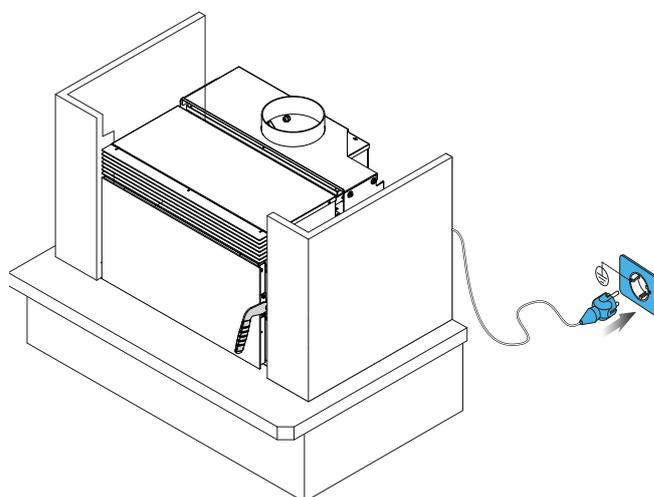

fig. 6.1.15
- 15) Conducir la línea eléctrica por la parte trasera de la estufa y conectar el cable de alimentación (fig. 6.1.15).